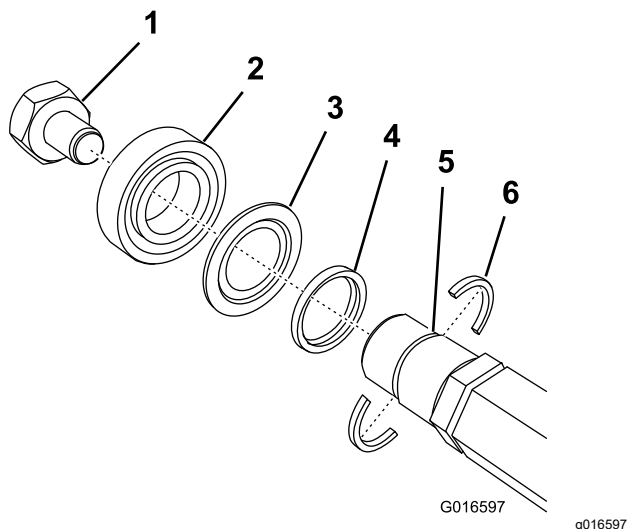

Figure 10
**Important:** Assurez-vous que les 2 fixations et l'entretoise de l'arbre sont en place avant de monter le roulement sur le cylindre (Figure 10). Serrez les inserts-écrous à 136 N·m.